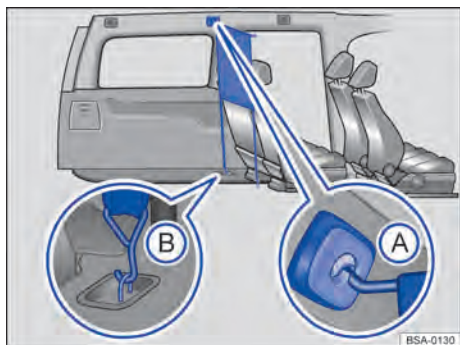

Abb. 152 Hinter der zweiten Sitzreihe: Eingebaute Netztrennwand.
1. Netztrennwand in die *vordere linke* (5-Sitzer) oder *mittlere linke* (7-Sitzer) Aufnahme im Dach einhaken → Abb. 152 **(A)**. Darauf achten, dass die Querstange über die obere Position hinaus nach unten gezogen wird.
3. Netztrennwand in die unteren Verzurrösen einhaken → Abb. 152 **(B)**.